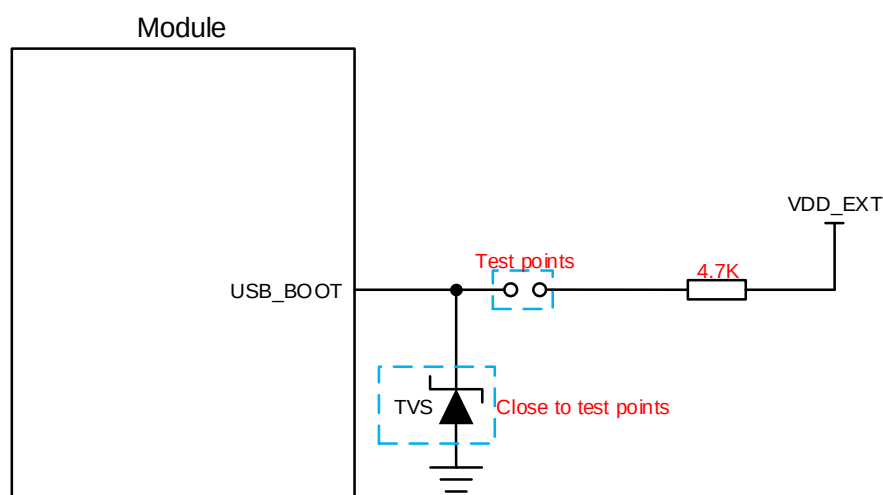

图 19: USB_BOOT 接口参考电路设计
2. 使用 MCU 控制模块进入强制下载模式时按照如上时序图进行控制，在给模块 VBAT 上电前不建议上拉 USB_BOOT 到 1.8 V；手动强制下载方式按照图19所示短接测试点即可。